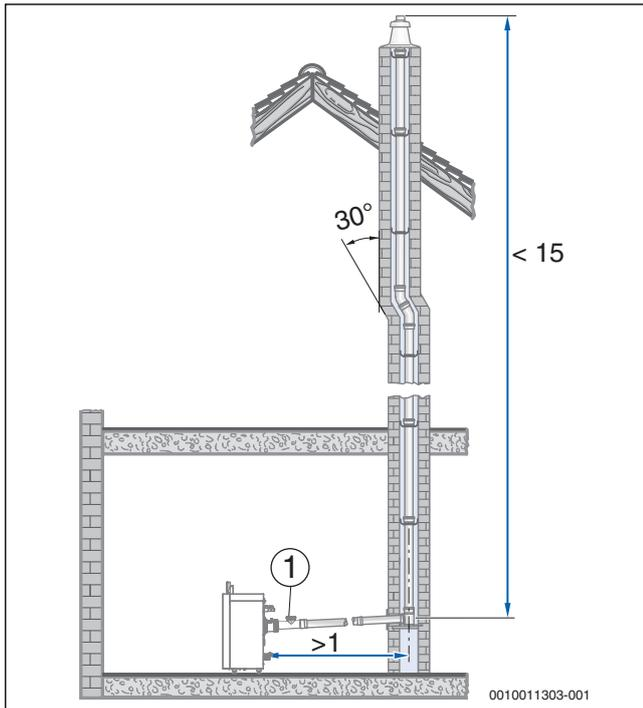
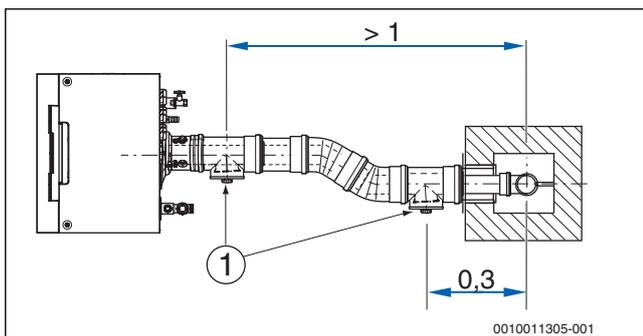

Bild 7 Beispiel: Anordnung der Prüfföffnung ohne Umlenkung im Aufstellraum (Maße in m)
Bild 8 Beispiel: Anordnung der Prüfföffnungen mit Umlenkung im Aufstellraum (Maße in m)
- An der Stirnseite im geraden, waagerechten Abschnitt der Abgasleitung höchstens 1 m von der Umlenkung in den senkrechten Abschnitt entfernt, wenn sich dazwischen keine Umlenkung befindet (→ Bild 7, Seite 9) **oder**
- Seitlich im waagerechten Abschnitt der Abgasleitung höchstens 30 cm von der Umlenkung in den senkrechten Abschnitt entfernt (→ Bild 8, Seite 9).
- Die untere Prüföffnung nach DIN 18160-1 und 18160-5 (für Deutschland) ausgeführt ist (→ Bild 7 und Bild 8).